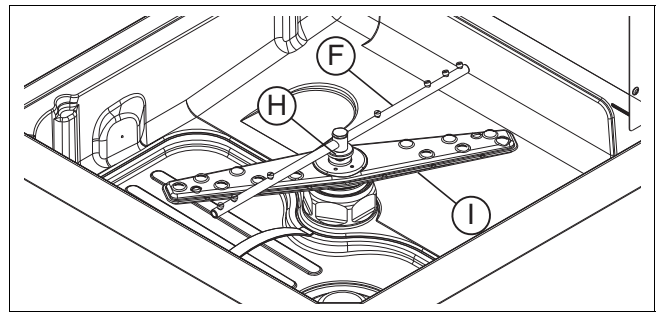

图 26 洗涤臂和冲洗臂
- 拆除上、下洗涤臂“F”和冲洗臂“I”，取出环形螺母“H”（图 26）。